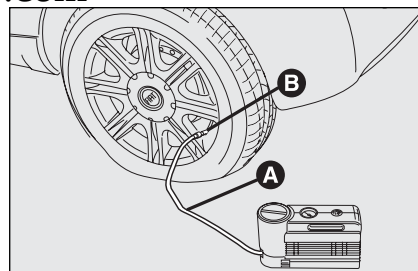

fig. 14
- ☐ **Accione el freno de mano.** Afloje el capuchón de la válvula del neumático, saque el tubo flexible de llenado **A-fig. 14** y apriete el casquillo **B** en la válvula del neumático;